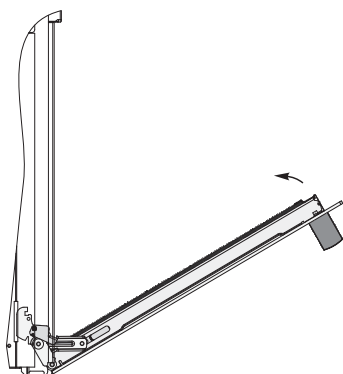

рис. 12
3. Прикрыть дверцу до упора, не прикладывая усилия, пока фиксатор не зафиксирует шарнир, см. рис. 12;